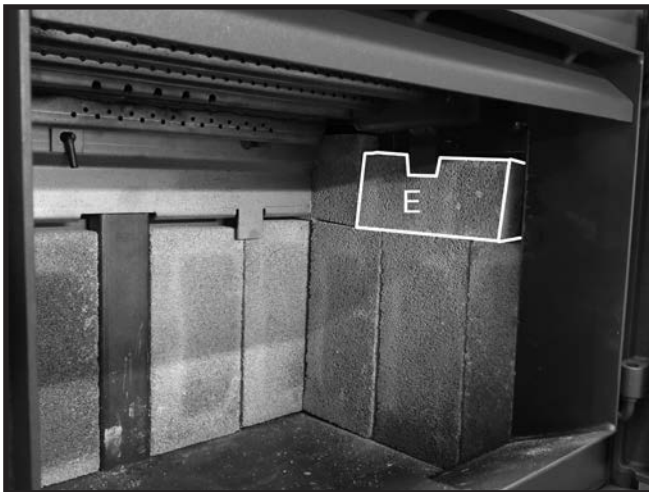

Figure 19: Dernière brique posée sur le mur droit.
7. Placer la brique E sous l'onglet du rail et contre les briques A et B en place. Suivre les étapes 4 à 7 pour le côté gauche (Figure 19).